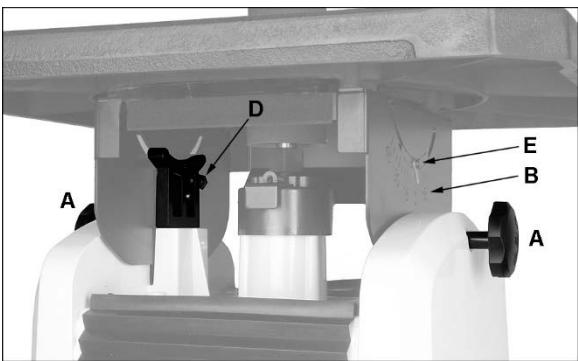

Рис. 11: наклон стола
См. Рис. 11 и 12.
1. Ослабьте обе ручки (A, Рис. 11), открутив их против часовой стрелки.